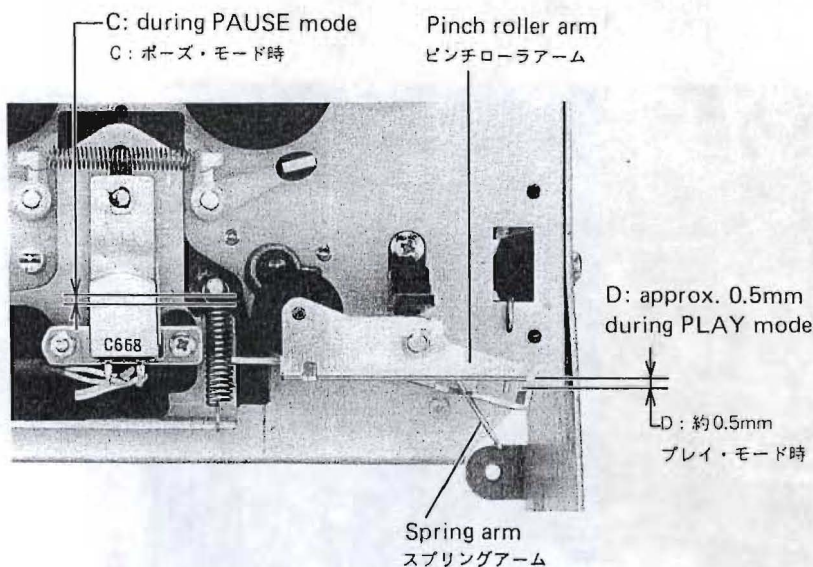

Fig. 5-4
- With the deck in the play mode, check that there is clearance of approx. 0.5 mm between the pinch roller arm and the spring arm ("D" in Fig. 5-4).
- Repeat switching operations from STOP to PAUSE mode two or three times, and make sure that when repeating steps 1 and 2, the clearances "D" and "B" are within the specified range respectively. Also make sure there is a clearance between head base and spring stud ("C" in Fig. 5-4).
- プレイ・モードにして、ピンチ・ローラ・アームとスプリング・アームのすき間 (図 5-4 の D) が約 0.5mm であるか確認する。
- ストップ・モードからポーズ・モードへの切換え操作を 2, 3 度繰り返した後、再度 1, 2 項のチェックをして、間隔 D と B がそれぞれ規定通りか確認する。また、ヘッド・ベースとスプリング支柱との間 (図 5-4 の C) にすき間があるか確認する。
Note: During play operation, make sure there is a clearance of approx. 0.5 mm between the pinch roller arm and the spring arm. Refer to Fig. 5-4.
注意：プレイ・モード中、ピンチ・ローラ・アームとスプリング・アーム間に約0.5mmのすき間があるか確認する (図5-4参照)。